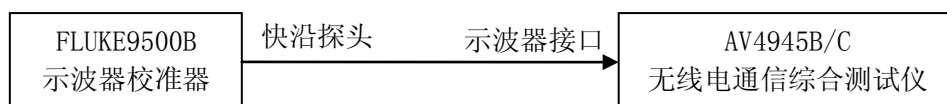

图 6-16 示波器输入特性测试
- 1) 如图 6-16 用快沿探头连接示波器校准器与 AV4945B/C 的示波输入 1 接口; 设置 AV4945B/C 为示波器模式, 示波器通道 1 开;
- 3) 如图 6-16 用快沿探头连接示波器校准器与 AV4945B/C 的示波输入 2 接口; 设置 AV4945B/C 示波器通道 2 开, 重复步骤 2);